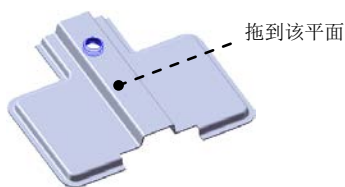

图 16.6.44 成形特征 2
Step5. 创建图 16.6.44 所示的成形特征 2。
(1) 单击任务窗格中的“设计库”按钮, 打开“设计库”对话框。
(2) 单击“设计库”对话框中的 ch16 节点, 在设计库下部的列表框中选择“hinge_shaped_tool_04”文件并拖动到图 16.6.44 所示的平面, 在弹出的“成形工具特征”对话框中单击按钮。